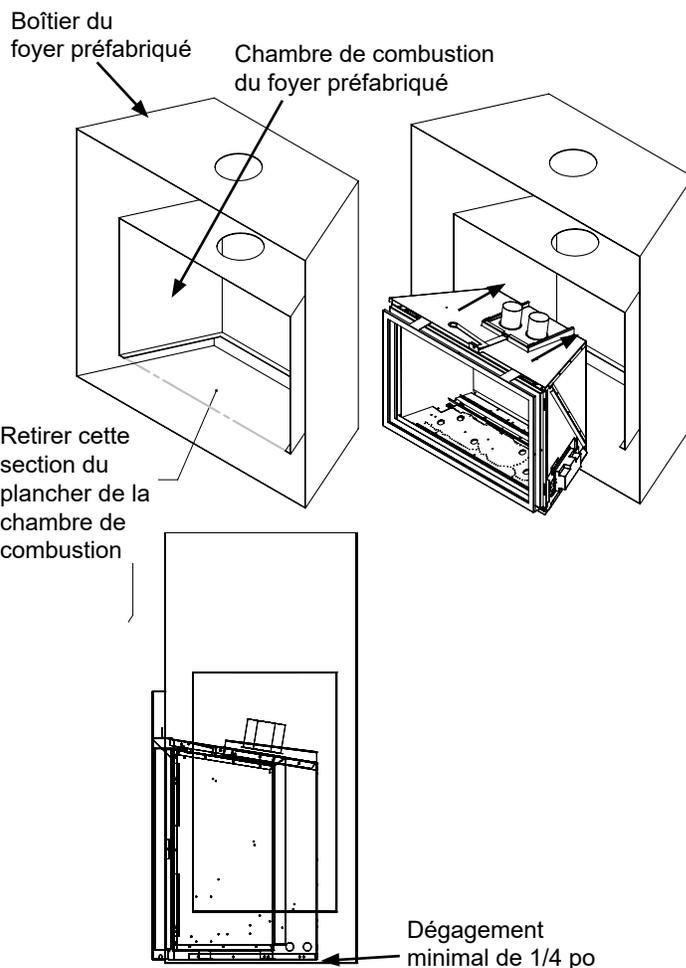

Figure 9.1.02: Retrait du plancher en métal
Le plancher en métal (J) peut être retiré pour donner l'espace additionnel nécessaire à l'installation de l'encastrable, pourvu que cela ne compromette pas l'intégrité structurelle du foyer existant, et que le dégagement minimal obligatoire de 1/4 po soit maintenu entre le bas de l'encastrable et le bas du boîtier du foyer existant. Pour ce faire, on peut utiliser des bandes de matériau incombustible ou les boulons de nivellement de l'encastrable (Voir **Figure 9.1.02**). Si le plancher est retiré, l'encastrable doit être placé directement sur la base métallique du foyer en métal. **En aucun cas le foyer ne peut être placé directement sur un matériau combustible.**